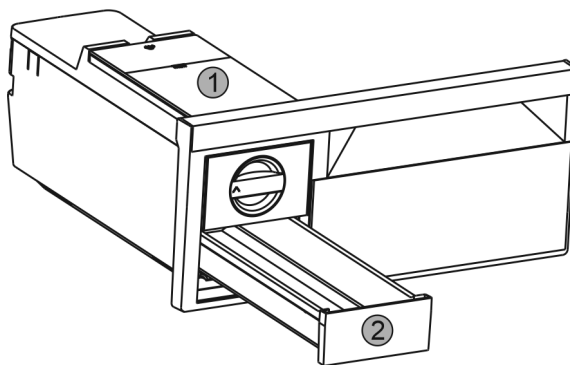

Fig. 58
- Ta ut vattentanken Fig. 58 (1) och isfacket Fig. 58 (2).